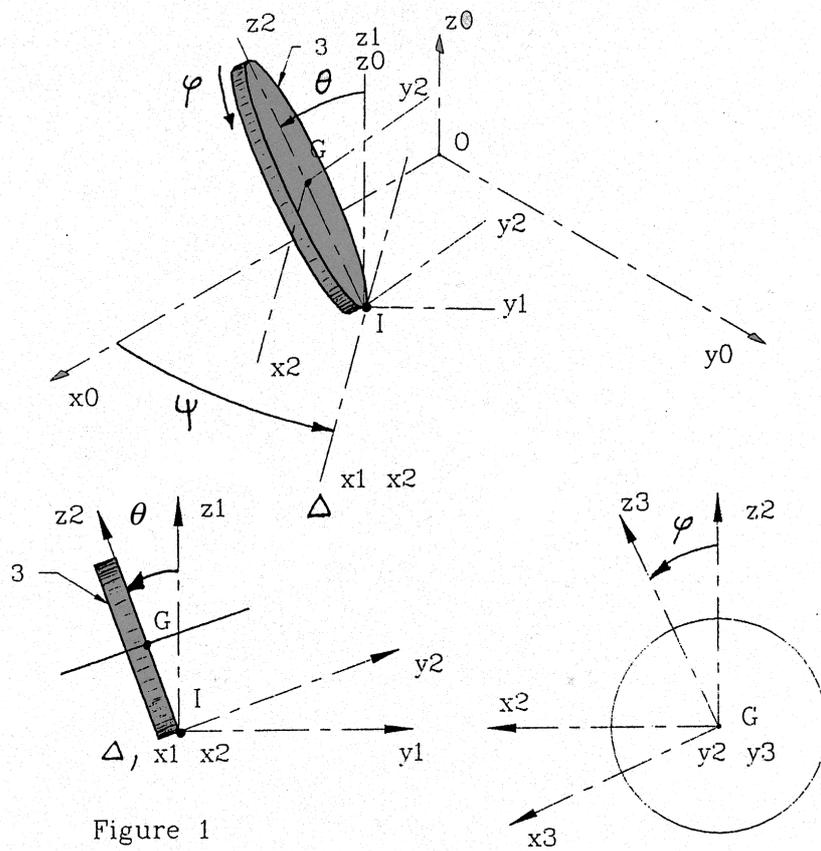

Figure 1
La position de la pièce est repérée par les paramètres suivants (fig. 1) :
- ψ , angle caractérisant la rotation d'axe Oz_0 de la base B_1 par rapport à la base B_0 (voir figure 1) ;